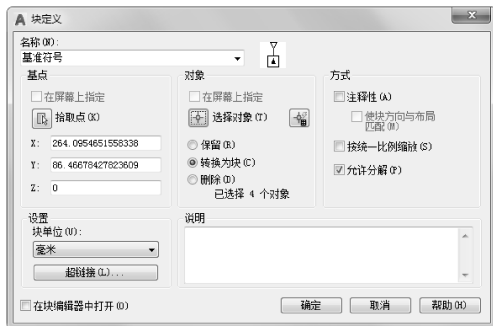

图 9-107 “块定义”对话框
(3) 创建基准符号块。单击“插入”选项卡“块定义”面板中的“创建块”按钮，打开“块定义”对话框，按照图 9-107 所示进行填写和设置。